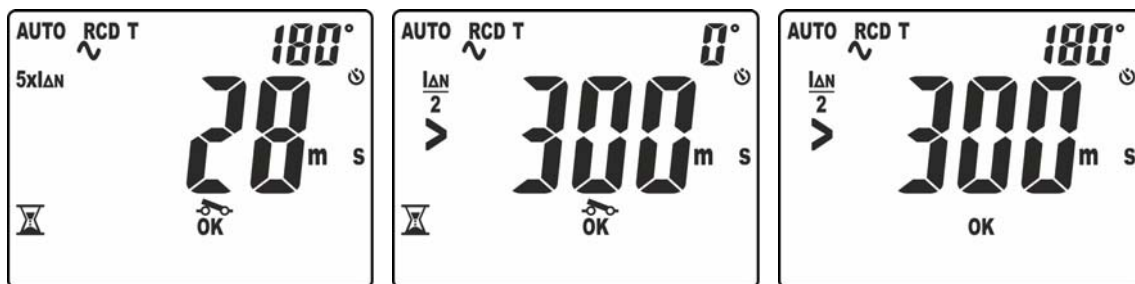

Fig. 33: Tempo di intervento in modo AUTO – Videate 2
13. Il quarto test eseguito è quello con corrente di prova $5xI_{\Delta n}$ e polarità 180° . Il risultato della misura parziale è mostrato a display con indicazione "OK" o "NOT OK" (vedere Fig. 33 – parte destra). Il simbolo "🔌" lampeggiante indica che occorre riarmare l'RCD
14. Il quinto test eseguito è quello con corrente di prova $\frac{1}{2}I_{\Delta n}$ e polarità 0° . Il risultato della misura parziale è mostrato a display con indicazione "OK" o "NOT OK" (vedere Fig. 33 – parte centrale). Il messaggio ">300ms" indica il fuori scala dello strumento ad indicare il corretto non intervento dell'RCD in tale situazione. Il simbolo "🔌" lampeggiante indica che occorre riarmare l'RCD
15. Il sesto e ultimo test eseguito è quello con corrente di prova $\frac{1}{2}I_{\Delta n}$ e polarità 180° . Il risultato della misura parziale è mostrato a display (vedere Fig. 33 – parte destra). Il messaggio ">300ms" indica il fuori scala dello strumento ad indicare il corretto non intervento dell'RCD in tale situazione